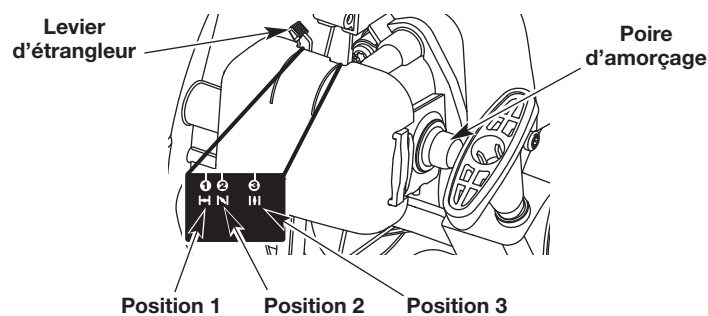

Fig. 8
3. Appuyez lentement et relâchez la poire d'amorçage à **10 reprises** (Fig. 8). Si aucune quantité de carburant n'apparaît dans la poire d'amorçage, appuyez et relâchez la poire jusqu'à l'apparition de carburant.
4. Déplacez le levier d'étrangleur en **Position 1** (Fig. 8).
8. Déplacez le levier d'étrangleur en **Position 2** (Fig. 8).
11. Déplacez le levier d'étrangleur à la **Position 3** (Fig. 8) et laissez le moteur chauffer pendant 60 secondes supplémentaires. L'appareil peut être utilisé pendant ce laps de temps.
Si... le moteur hésite, remplacez le levier d'étrangleur en **Position 2** (Fig. 8) et laissez-le chauffer.